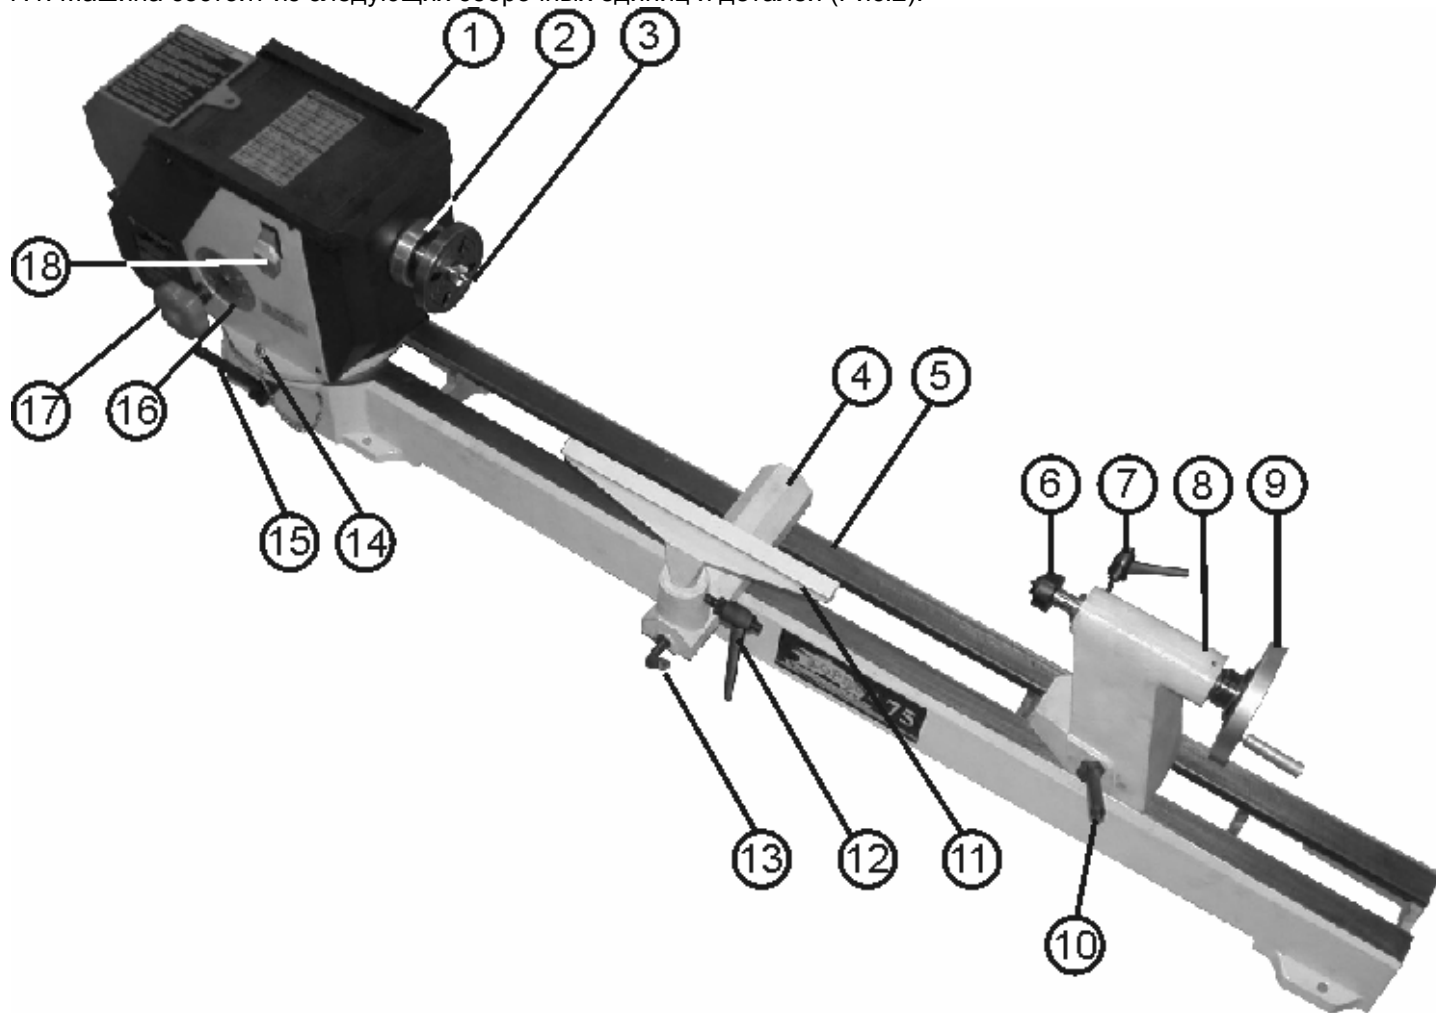

Рис.2
7.1. Машина состоит из следующих сборочных единиц и деталей (Рис.2):
8.4. Установите опору резцедержателя (4) на станине (5). Убедитесь, что зажимная пластина (24) ориентирована в соответствии с пазом на станине. Закрепите позицию фиксирующей ручкой (13). Установите 300 мм или 150 мм резцедержатель (11), Рис.2, в опору резцедержателя (4) и закрепите фиксирующей ручкой (12).
8.5. Установите узел задней бабки (8), Рис.2, на станину также, как опору резцедержателя (4). Установите фиксирующую ручку (10), Рис.2, и закрепите в нужном положении. Когда токарная машина готова к работе, она должна выглядеть как на Рис. 2.